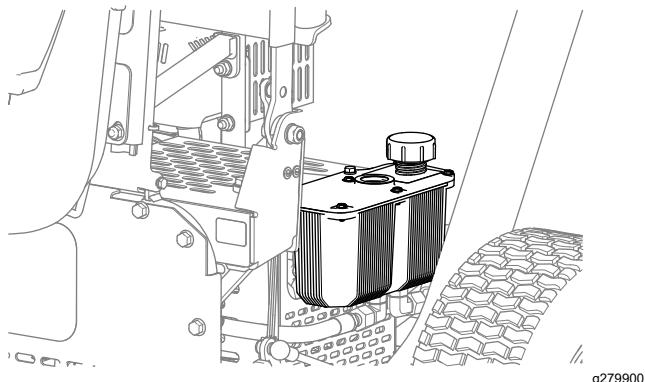

図 39
- 油圧タンクのキャップを取り外す 図 39。
- タンクにキャップを取り付ける 図 39。